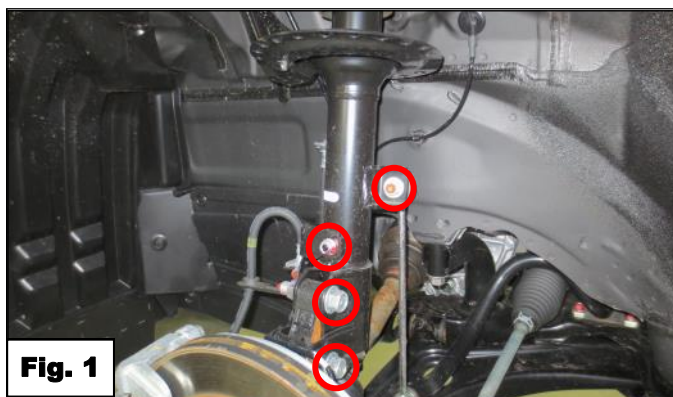

Fig. 1
1. Remove the strut at the front side according to the workshop manual. *See figure 1.*
1. Entfernen Sie das Federbein an der Vorderseite nach dem Werkstattthandbuch. *Siehe Abb. 1.*
1. Enlevez la jambe de force conformément au manuel d'atelier. *Voir fig. 1.*
2. Remove the strut according to the workshop manual. See *figure 1 & 2*.
2. Entfernen Sie das Federbein nach dem Werkstatthandbuch. Siehe *Abb. 1 & 2*.
2. Enlevez la jambe de force conformément au manuel d'atelier. *Voir fig. 1 & 2.*